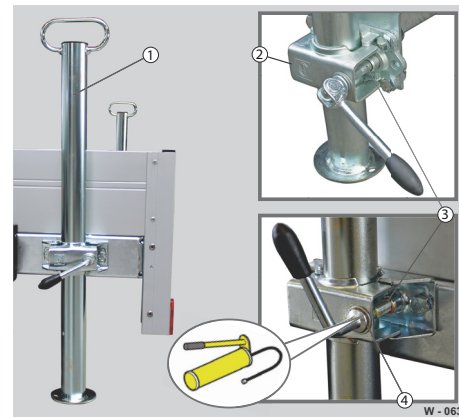

Abb. 59 Schiebestützen: Schmierstellen
Der Zylinderkörper (Abb. 59/1) außen und die Klemmschelle (Abb. 59/2) dürfen nicht gefettet werden!
- ▶ Knebelgriffschraube (Abb. 59/3) aufschrauben und Klemmschelle (Abb. 59/2) öffnen.
- ▶ Knebelgriffschraube an Gewinde und Scheibe (Abb. 59/4) abschmieren.